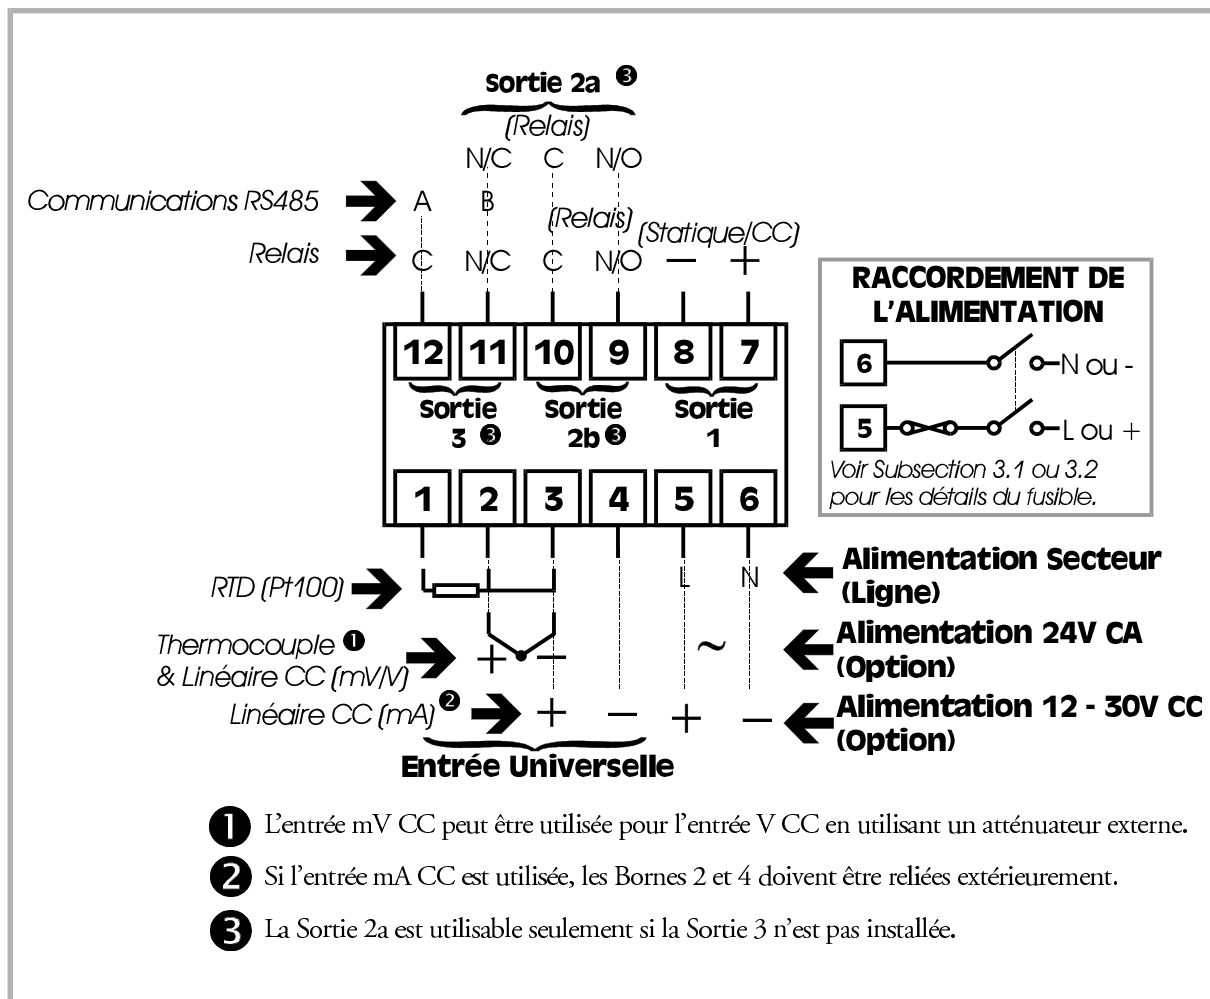

Figure 3-1 Raccordement Bornes Arrières
**PRECAUTION:** Cet appareil est conçu pour fonctionner dans un coffret fournissant une protection suffisante contre les chocs électriques. Les réglementations nationales relatives aux installations électriques doivent être rigoureusement respectées. Des dispositions doivent être prises afin d'éviter que du personnel non autorisé ait accès aux bornes d'alimentation. L'alimentation doit être connectée via un relais d'isolation bipolaire (situé de préférence près de l'équipement) et être protégée par un fusible 1A (voir Figure 3-1).
Ce régulateur peut être alimenté en 24V CA, 50/60Hz ou 12 - 30V CC. La consommation est d'environ 4W. L'alimentation doit être connectée via un relais d'isolation bipolaire et un fusible 350mA (Type T) - voir Figure 3-1.
L'entrée CC (mV) est reliée aux bornes 2 et 3 selon les polarités indiquées à la Figure 3-1. L'entrée CC (V) est reliée aux mêmes bornes mais exige un atténuateur externe. L'entrée CC (mA) est reliée aux bornes 3 et 4 selon les polarités indiquées à la Figure 3-1 et les bornes 2 et 4 doivent être shuntées.